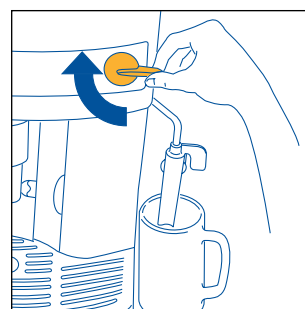
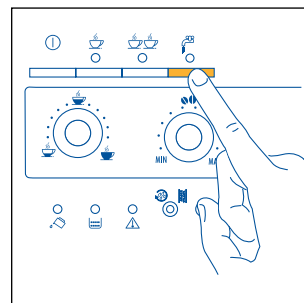

Fig.6
Fig.21
4. Etter få sekunder kommer det vann ut av cappuccinomaskinen. Når det er kommet ca 30cc i koppen, vri dampbryteren en halv gang med urviserne (fig. 6) for å avbryte utslippet av vann.
- Trykk på tasten  (fig. 21). Varsellampen  vil slå seg på for å vise at funksjonen er blitt valgt.
- For å stanse utslippet av varmt vann, vri dampbryteren med urviserne helt til den stanser (fig. 6) og vri cappuccinomaskinen mot midten av maskinen.
- Trykk på tasten  (fig. 21). (Vi anbefaler at du ikke slipper ut vann i mer enn 2 minutter av gangen).
- Vri cappuccinomaskinen utover (fig. 6).
- Når ønsket temperaturen er nådd, stans utslippet av damp ved å vri dampbryteren med urviserne helt til den stanser (fig. 6) og trykk på damp-tasten (fig. 21) for å slå av dampfunksjonen.